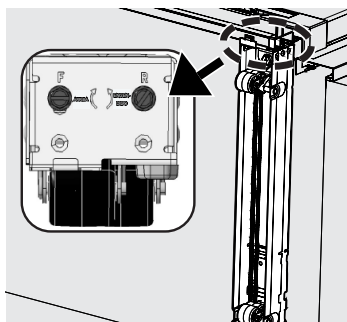

Fig. 4
- b. Con un perno 5H y un taladro eléctrico, ajuste la parte inferior del conjunto nivelador con una broca hexagonal de  $\frac{5}{8}$ " en cualquier orificio que se superponga con el orificio del tornillo (Fig. 4).